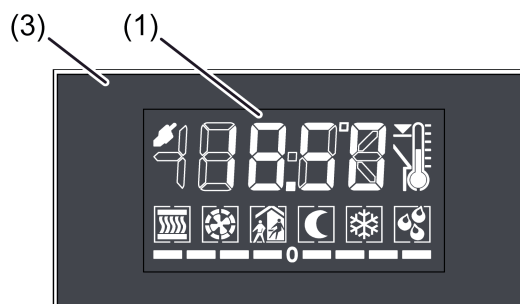

Bild 66: Gerätedisplay und Display-Bedienfläche
Das Gerät verfügt an der Vorderseite im oberen Bereich über ein LC-Display (1) mit schaltbarer Hintergrundbeleuchtung (Bild 66). Auf dem Display werden durch Symbole verschiedene Betriebszustände des integrierten Raumtemperaturreglers oder der Reglernebenstelle signalisiert. Darüber hinaus können bis zu vier Anzeigeinformationen (Uhrzeit, Ist-Temperatur, Soll-Temperatur, Außentemperatur) im zeitlichen Wechsel oder gesteuert durch einen Tastendruck am Gerät auf dem Display angezeigt werden.